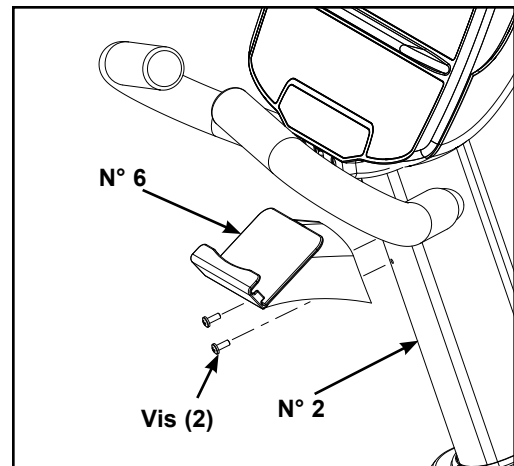

Figure 8
- A. Repérez le porte-accessoires (n° 6). Reportez-vous à la figure 8.
- A. Assurez-vous que l'appareil est posé sur une surface de niveau. Si ce n'est pas le cas, utilisez une clé à fourche de 9/16 po pour ajuster les pieds de mise à niveau vers le haut ou vers le bas. Reportez-vous à la figure 8.